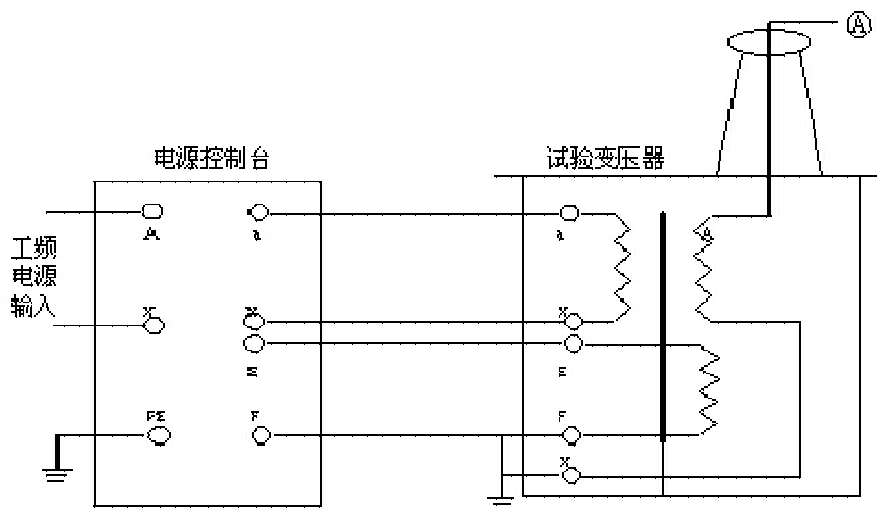
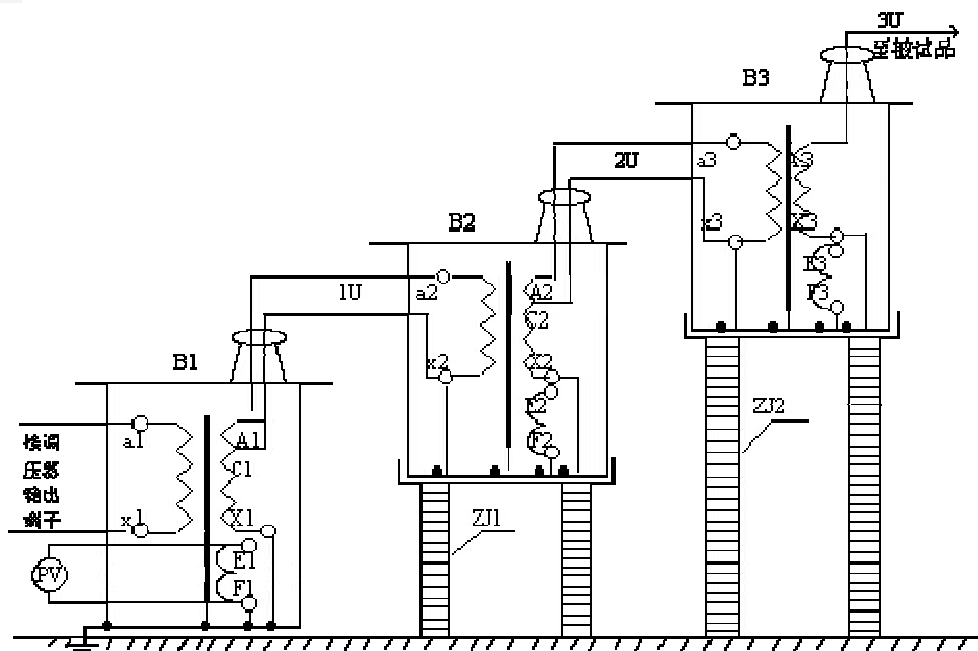
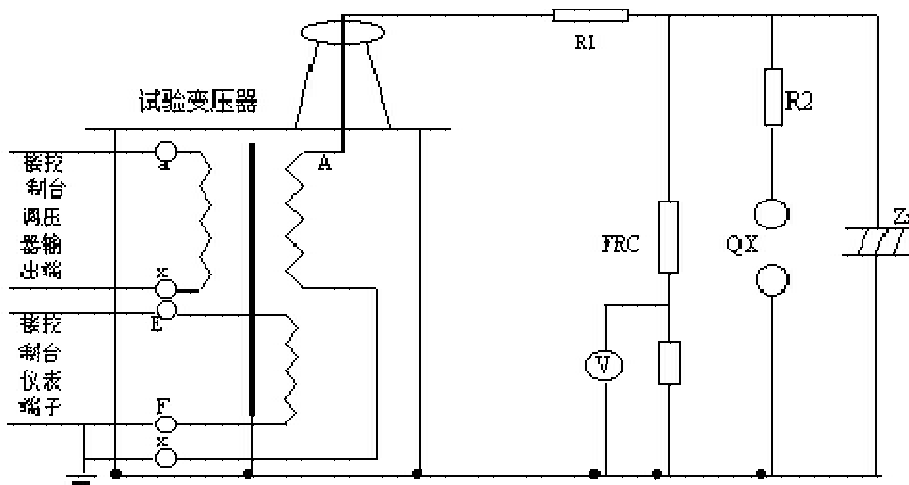

图 2：单台 YDQC 高压试验变压器工作原理示意图
图 3：三台高压试验变压器串激工作原理示意图
图 4：工频耐压试验使用接线原理示意图
YDQC 系列轻型高压试验变压器为单相变压器，联结组标号 II。单台高压试验变压器的工作过程，用交流 220V（10KVA 以上为 380V）电压接入电源控制箱（台），经电源控制箱（台）内自藕调压器（50KVA 以上调压器外附）调节 0~200V（10KVA 以上 0~400V）电压至试验变压器的初级绕组，根据电磁感应原理，在试验变压器高压绕组可获得试验所需的高电压。其工作原理图见图 2 所示。
2、单台交直流两用型高压试验变压器工作原理见图 3。图中所示：高压套管内装有高压硅堆，串接在高压回路中作高压整流，以获得直流高电压。当用一短路杆将高压硅堆短接时，可获得交流高电压，其状态为交流输出；反之在抽出短路杆时，其状态为直流输出。
3、三台高压试验变压器串激获得更高电压原理见图 4，串激高压试验变压器有很大的优越性，因为整个试验装置由多个单台串激式试验变压器组成，单台试验变压器有着体积小、重量轻、便于运输的特点，它既可以串接成高出几倍的单台试验变压器输出电压组合使用，又可以分开单独使用。整套试验装置投资小、经济实惠。图 3 所示：在三台串激式试验变压
按照图 4、结合图 2 所进行的工频耐压试验接好工作线路，试验变压器的高压绕阻的 X 端（高压尾）、仪表测量绕组的 F 端、试验变压器的外壳以及电源控制箱（台）的外壳必须可靠接地。
用三台试验变压器串激做工频耐压试验时、第二、三级试验变压器的初级绕组 X 端，仪表测量绕组的 F 端，以及高压绕组的 X 端（高压尾）均接本级试验变压器的外壳，第二、三级试验变压器的主体必须放置在绝缘支架上。除第一级以外、第二、三级试验变压器的主体不要接地线。其接线方式见图 3 所示。
按照图 5、结合图 3 所进行的直流泄漏试验接好工作线路。试验变压器的高压绕组的 X 端（高压尾）、仪表测量绕组的 F 端、试验变压器的外壳以及电源控制箱（台）的外壳必须可靠接地。